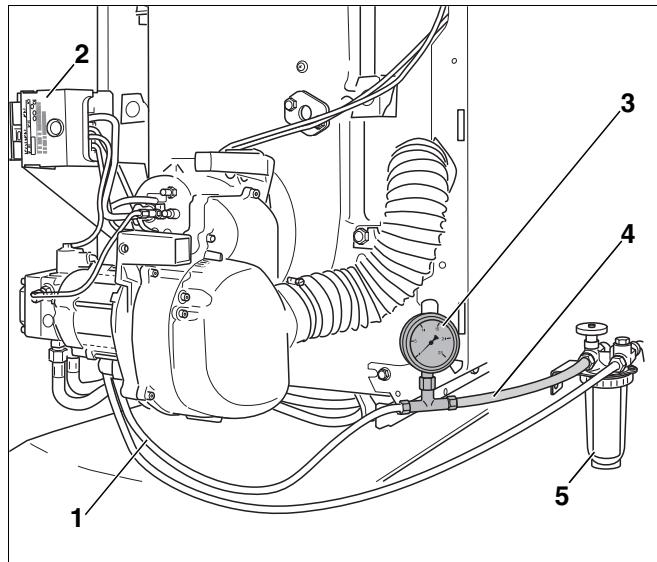

Рис. 11 Топливный фильтр, вакуумметр и прозрачный трубопровод
- Установить вакуумметр (Рис. 11, поз. 3) с прозрачным шлангом (Рис. 11, поз. 4; дополнительная комплектация), как показано на рисунке 11, между топливным фильтром (Рис. 11, поз. 5) и всасывающим топливопроводом (Рис. 11, поз. 1).
- Снять автомат горения дизельного топлива (Рис. 11, поз. 2) с цоколя.
- Контролируйте отсутствие пузырьков воздуха во всасываемом топливе и его давление по прозрачному шлангу (Рис. 11, поз. 4) или по вакуумметру (Рис. 11, поз. 3).
- Перекрыть запорный кран на топливном фильтре (Рис. 11, **поз. 5**, стр. 18) и снять прозрачный шланг (Рис. 11, **поз. 4**, стр. 18) с вакуумметром (Рис. 11, **поз. 3**, стр. 18).
- Присоединить всасывающий трубопровод (Рис. 11, **поз. 1**, стр. 18) к штуцеру на топливном фильтре (Рис. 11, **поз. 5**, стр. 18).
- Открыть запорный кран на топливном фильтре (Рис. 11, **поз. 5**, стр. 18).